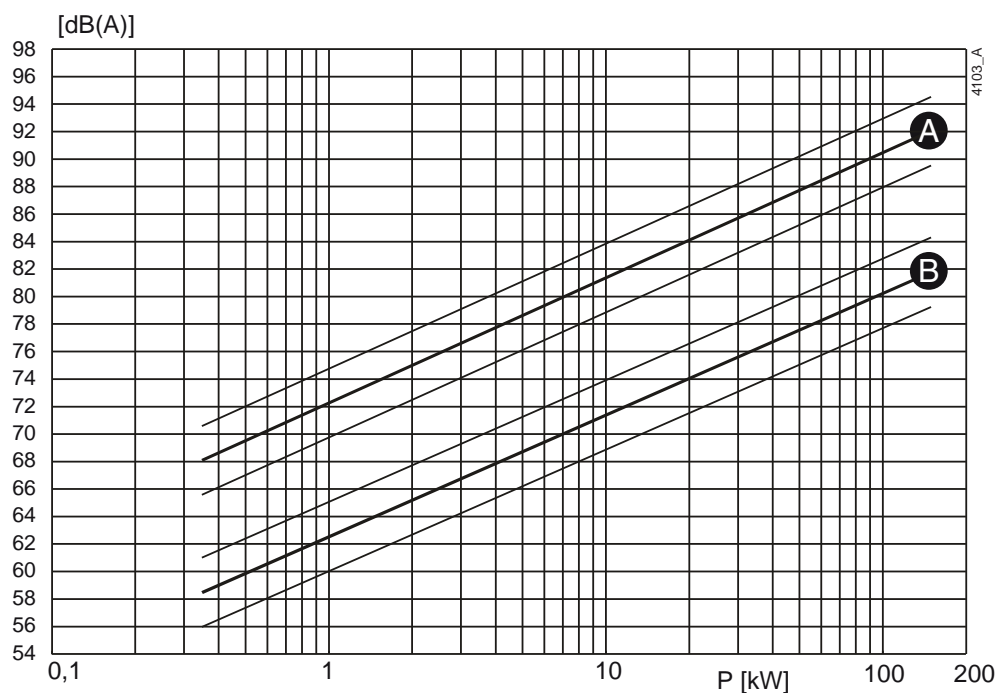
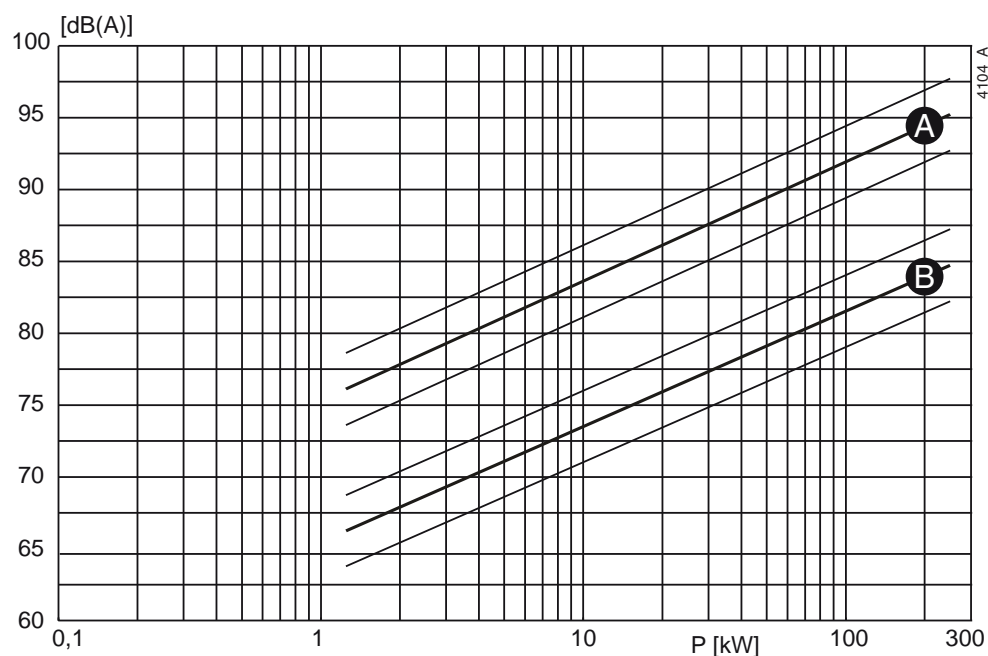

Bild 24: Ljudnivå som funktion av pumpeffekt [kW] vid  $1450 \text{ min}^{-1}$
Bild 25: Ljudnivå som funktion av pumpeffekt [kW] vid  $2900 \text{ min}^{-1}$
- 1 Bestäm ljudnivå (L1) för pumpen Bild 24 eller Bild 25.